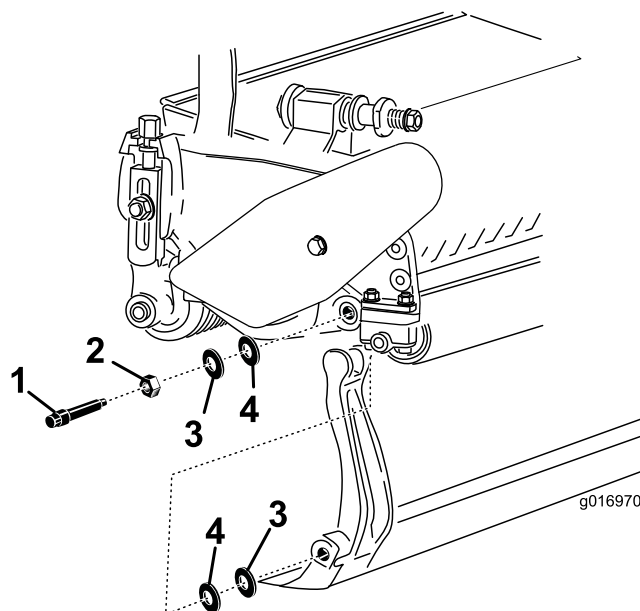

Bild 21
Bewahren Sie die zwei Nylon- und die zwei Scheiben aus gestanzten Stahl an jedem Ende des Untermessers auf (Bild 21).
3. Legen Sie eine Nylonscheibe an jede Seite des Seitenplattenansatzes. Legen Sie eine Stahlscheibe außen auf jede Nylonscheibe (Bild 21).